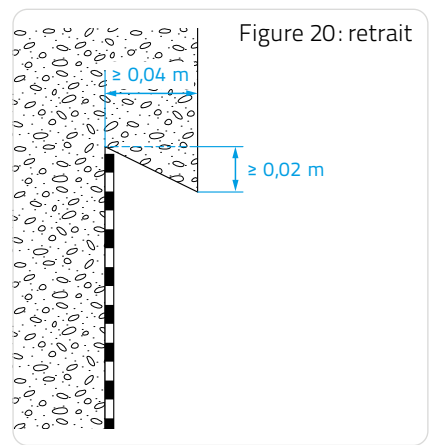

Figure 20: retrait
□ Dispositifs en tête de relevé (Figures 20, 21, 22 et 23).